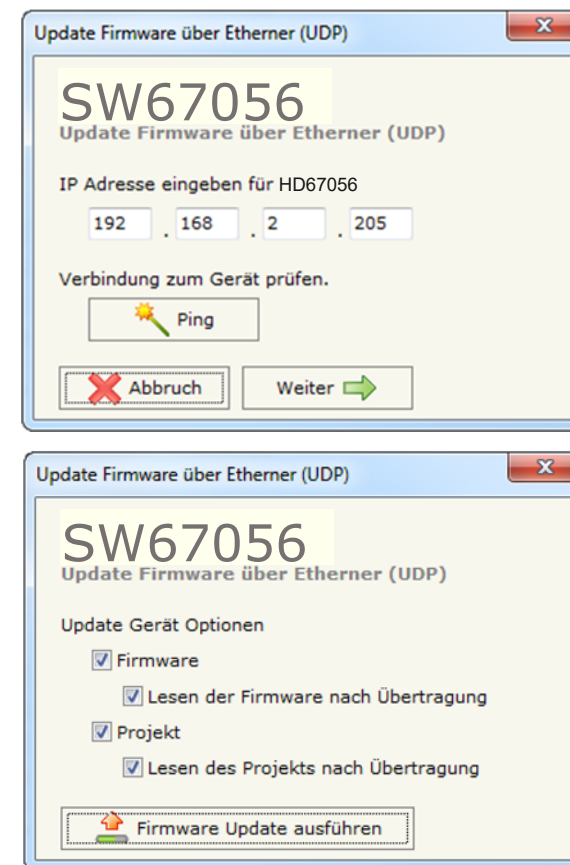

Abb. 19: Geräteupdate
- Wählen Sie aus, welche Operationen Sie durchführen wollen (Abb. 19).